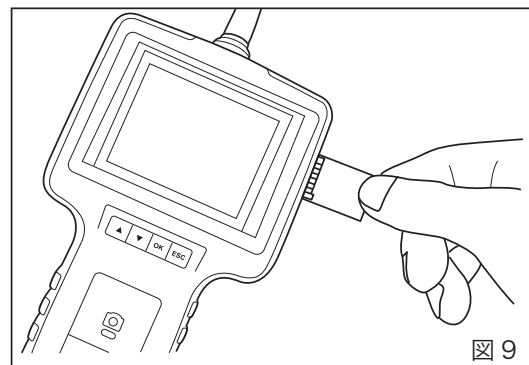

図9
- ①電源がオフの状態であることを確認してください。
- ②SDカード差し込み挿入口にSDカードの電極部分が手前側(モニタ側)へ向くように挿入してください。(図9)